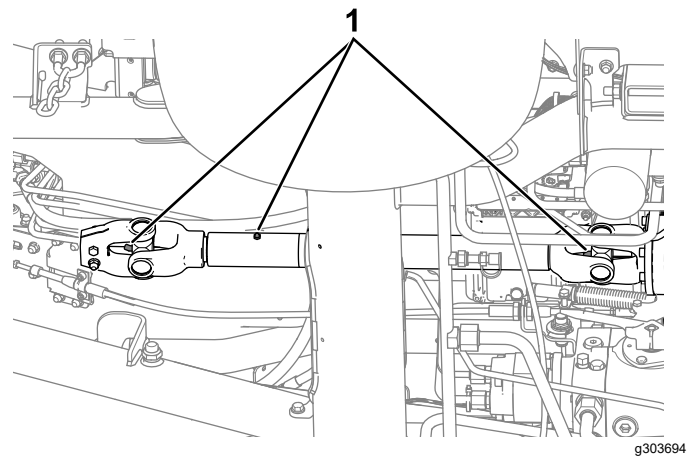

Figura 49
- Árbol de transmisión de la toma de fuerza (Figura 49)